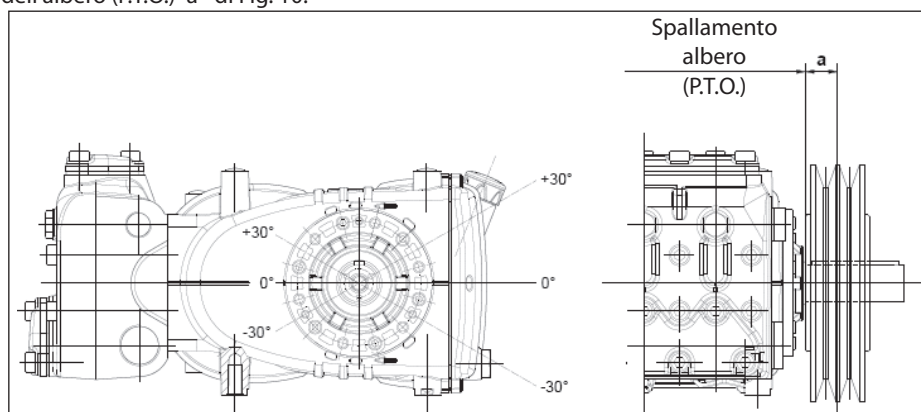

Fig. 10
Il carico radiale sull'albero non deve essere superiore a 3000 N (valore necessario per la definizione del Lay-out). La trasmissione è considerata adeguata se tale carico è applicato ad una distanza massima  $a=30$  mm dallo spallamento dell'albero (P.T.O) come indicato in Fig. 10.
- b) Utilizzare cinghie ad alto rendimento - per esempio **XPB** invece di **SPB** - in quanto risulterà necessaria una quantità inferiore di cinghie a parità di potenza trasmessa ed una conseguente distanza inferiore della risultante rispetto allo spallamento dell'albero (P.T.O.) "a" di Fig. 10.
- e) Seguire la direzione del tiro cinghia come indicato in Fig. 10 per esigenze diverse contattare l'**Ufficio Tecnico** o **Servizio Assistenza Clienti**.